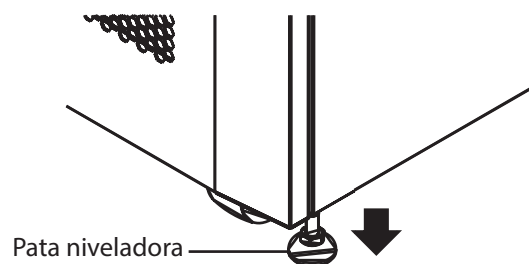

Figura 4.5
5. Una vez que el UPS esté en su posición final, gire la pata niveladora en el sentido del giro del reloj por debajo del nivel de las ruedas para asegurarlo en su lugar (Figura 4.5). No apoye el UPS permanentemente sobre las ruedas.